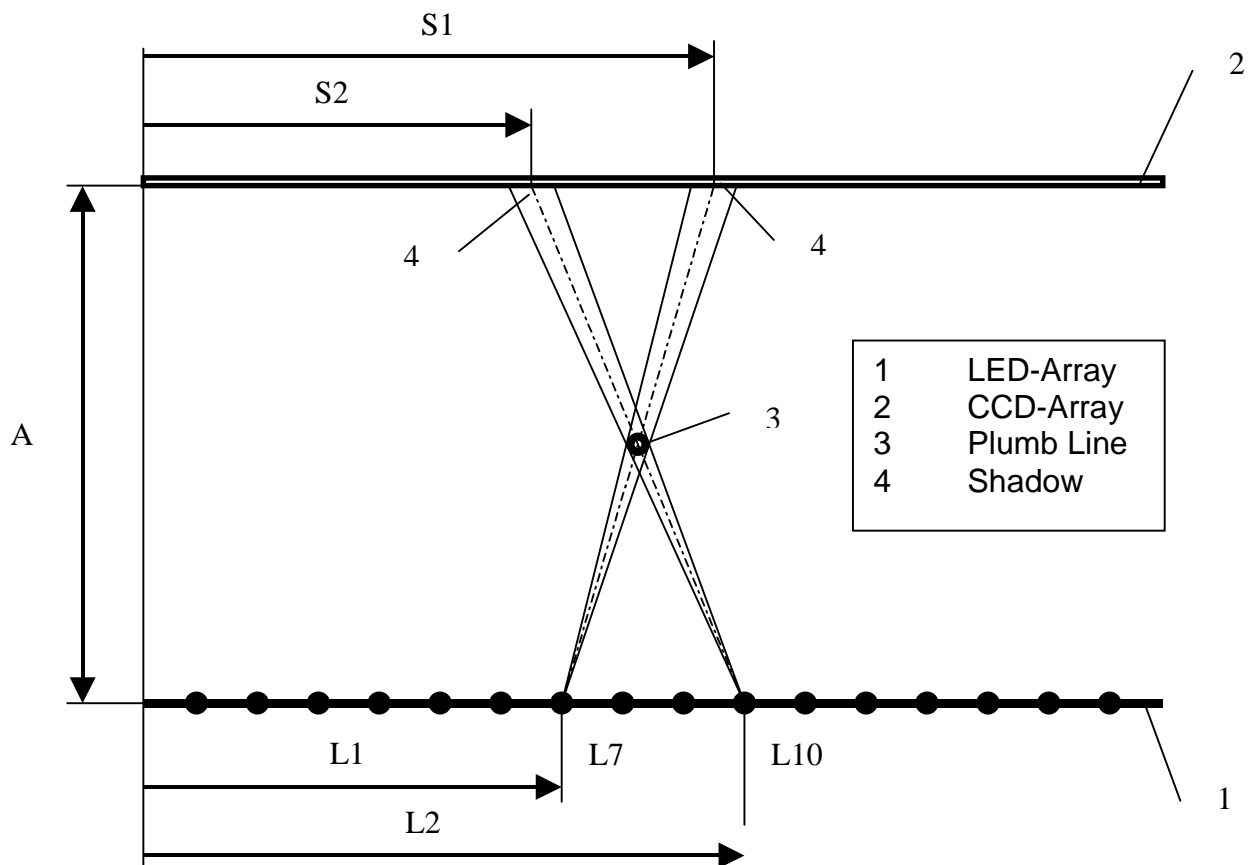

Abbildung 1: VDD2V4 Funktionsprinzip (Triangulation mittels Schattenprojektion)
Das Funktionsprinzip wird in Abbildung 1 gezeigt und basiert auf einem patentierten Triangulationsverfahren mittels Schatten Projektion Technologie (TSPT). Der Lotdraht (3) wird von getakteten LED's (1) angestrahlt und die 2 entstandenen Schatten werden von der auf der Gegenseite angebrachten Bildsensoreinheit (2) aufgenommen. Die Drahtposition wird dann mathematisch berechnet in der X und Y-Richtung (optional in Z-Richtung). Scharfe Schatten ermöglichen eine gute Genauigkeit. Wenn notwendig, muss eine Schutzeinrichtung (gegen Fremdlicht) verwendet werden.